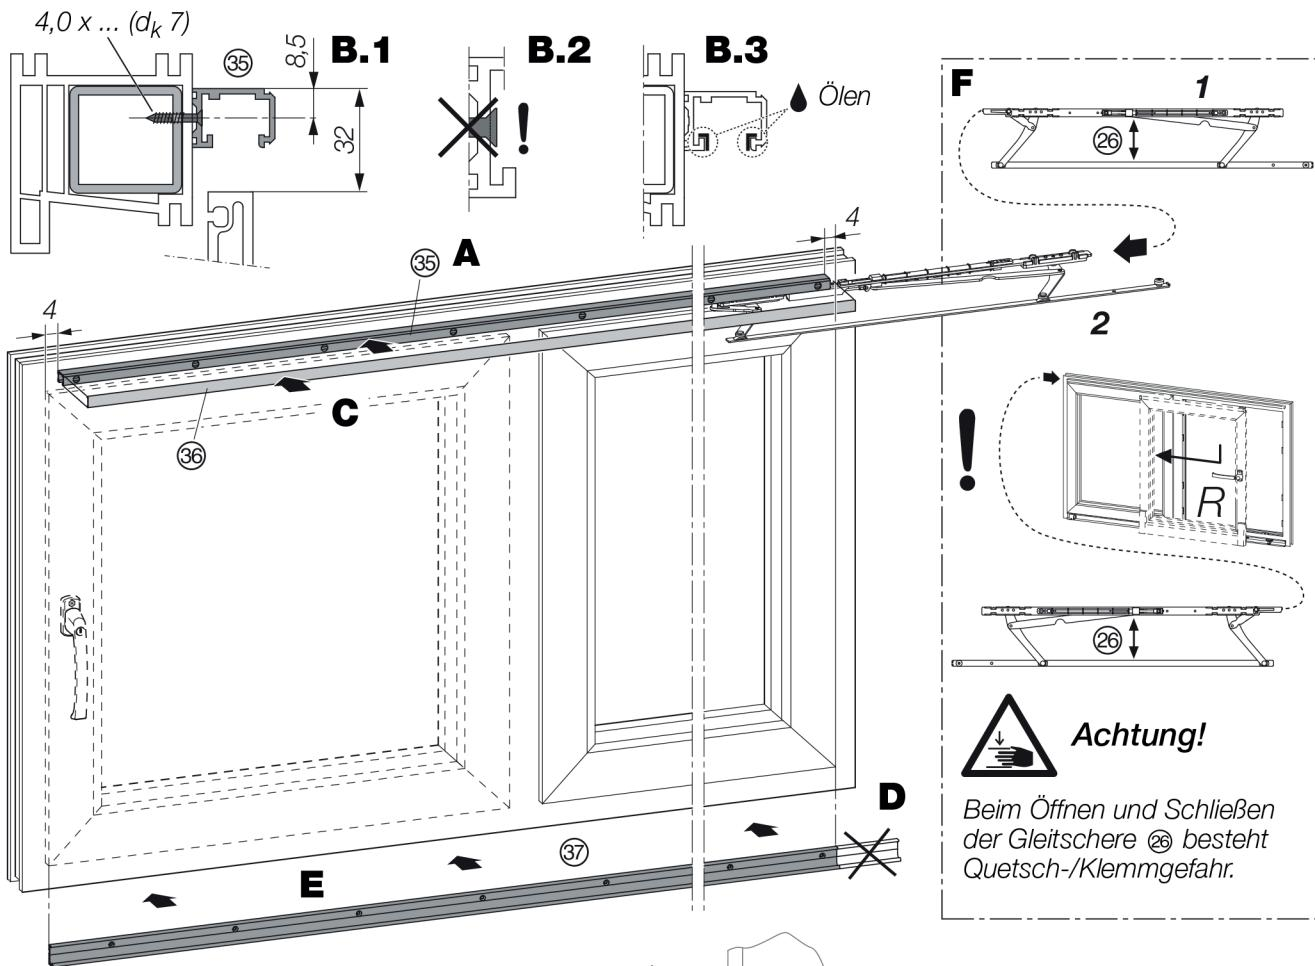

Рис. 1
- C+E** - Установить каретки на створку. Располагать каретки на расстоянии 10 мм от края створки + X*- скругление створки, если есть (Рис.1).
A - Соединительную штангу отпилить в размер, согласно меткам на каретках - **364мм** (Рис.1).
Прикрутить нижнюю направляющую саморезами 3,9мм X ... мм (Рис. 1)
Створку установить на нижнюю направляющую (Рис. 1)
- D** - Подвести каретку створки до касания к управляющему упору (Рис.1).
монтаж кареток, рис.1